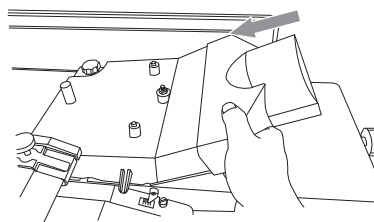

Fig. 27
- > Inserte el tornillo de montaje (57) del puerto de extracción en el orificio de la patilla de montaje (55) en la mesa de salida, y después apriete la perilla de bloqueo (58).
- > Inserte el tornillo de montaje (59) del puerto de extracción en el orificio de la patilla de montaje (56) en la mesa de salida, y después apriete la perilla de bloqueo (60).
- > Asegúrese de que la lengüeta (61) se asienta sobre el segundo interruptor de bloqueo de seguridad de la máquina (62). El interruptor emitirá un "clic" a medida que el tornillo se aprieta.
- > Deslice el adaptador del puerto de extracción (7) sobre el puerto de extracción. (Fig. 27)